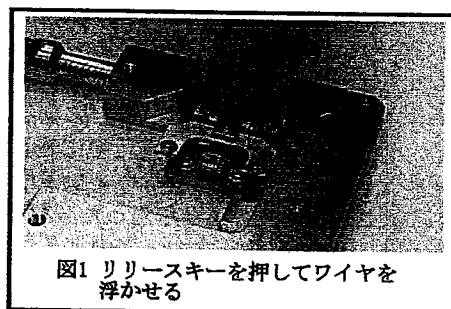

図1 リリースキーを押してワイヤを浮かせる
- (5) AFM 用カンチレバー (SN-AF01 を推奨) およびカンチレバーホルダ (AFM/DFM ホルダ) を用意
- (6) リリースキーを押して、カンチレバーを押さえるワイヤを浮かせる (図 1)